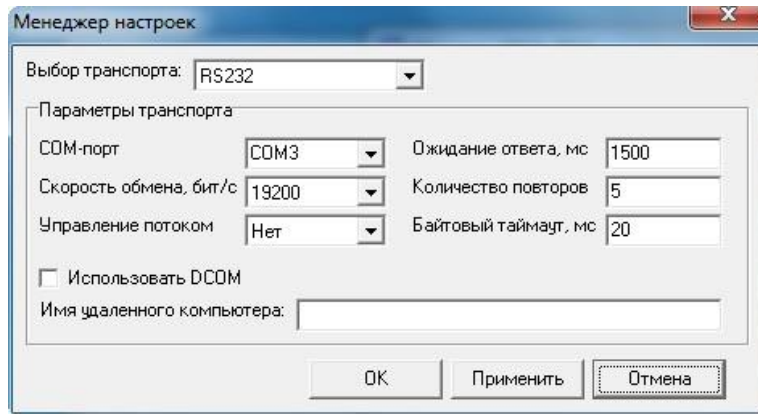

Рис.11 - Окно программы **Настройка соединения**.
4.1.4 Нажмите кнопку Настройка соединения на экране монитора появится окно, изображенное на рис.11: